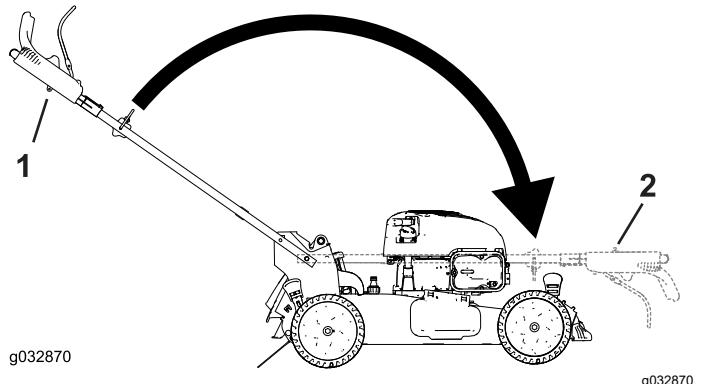

**Figure 20**
1. Retirez les 2 boutons de guidon et les 2 boulons de carrosserie des supports du guidon (Figure 20) et conservez-les.